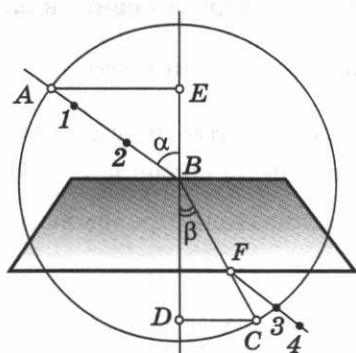

Рис. 11
4. Снимите пластинку и начинайте чертить (рис. 11).